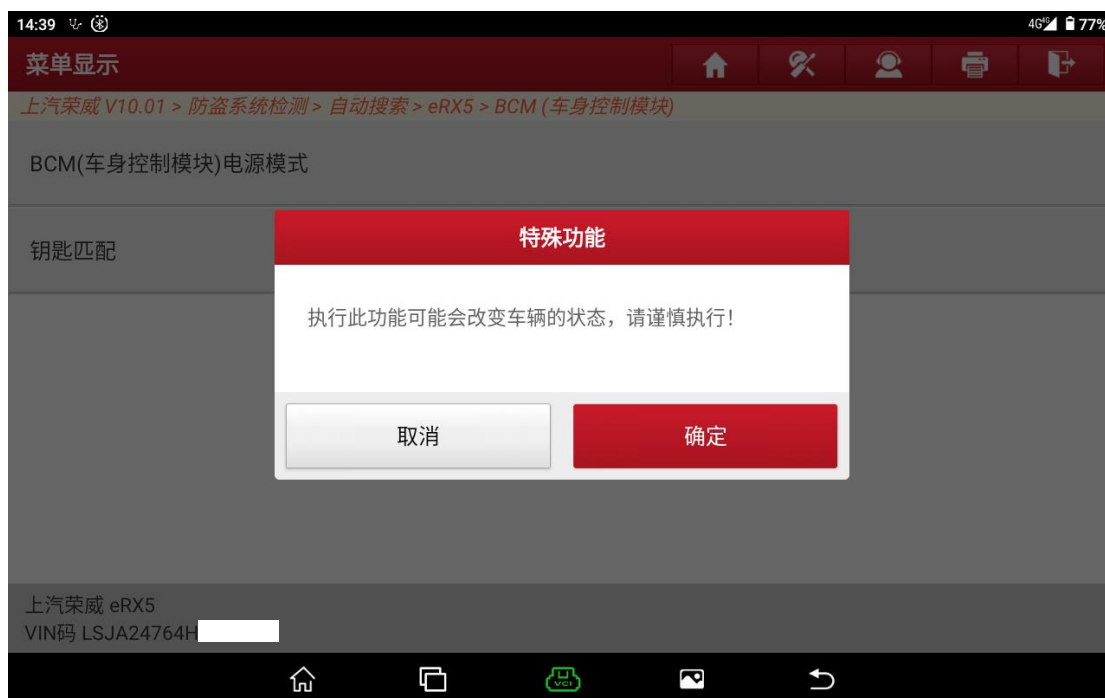
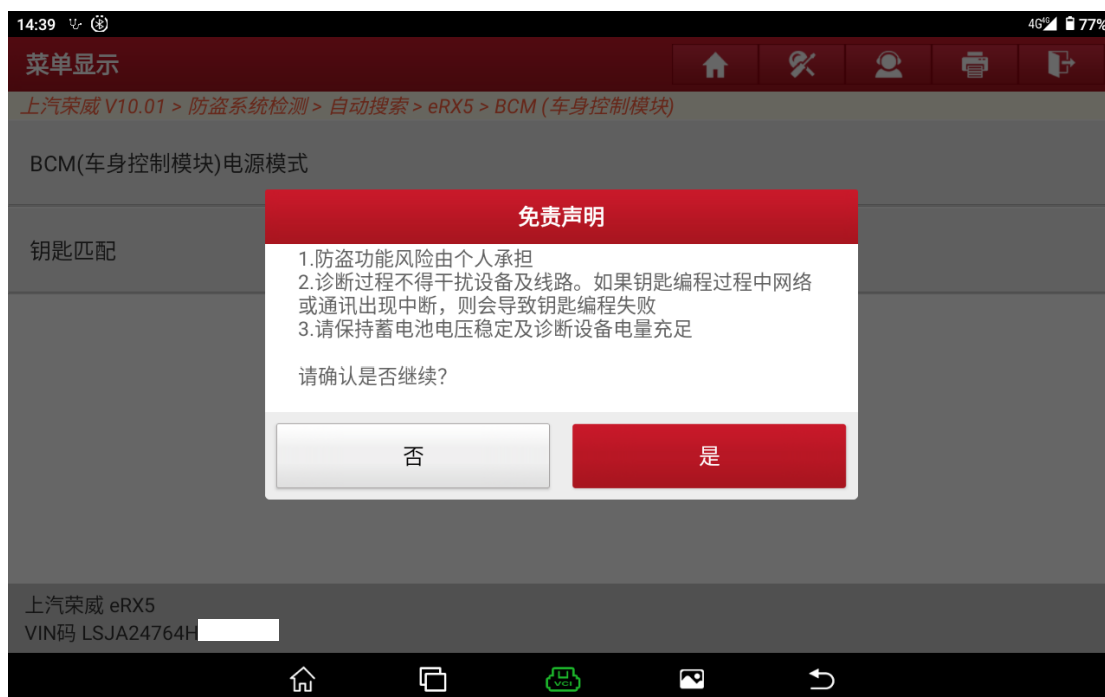
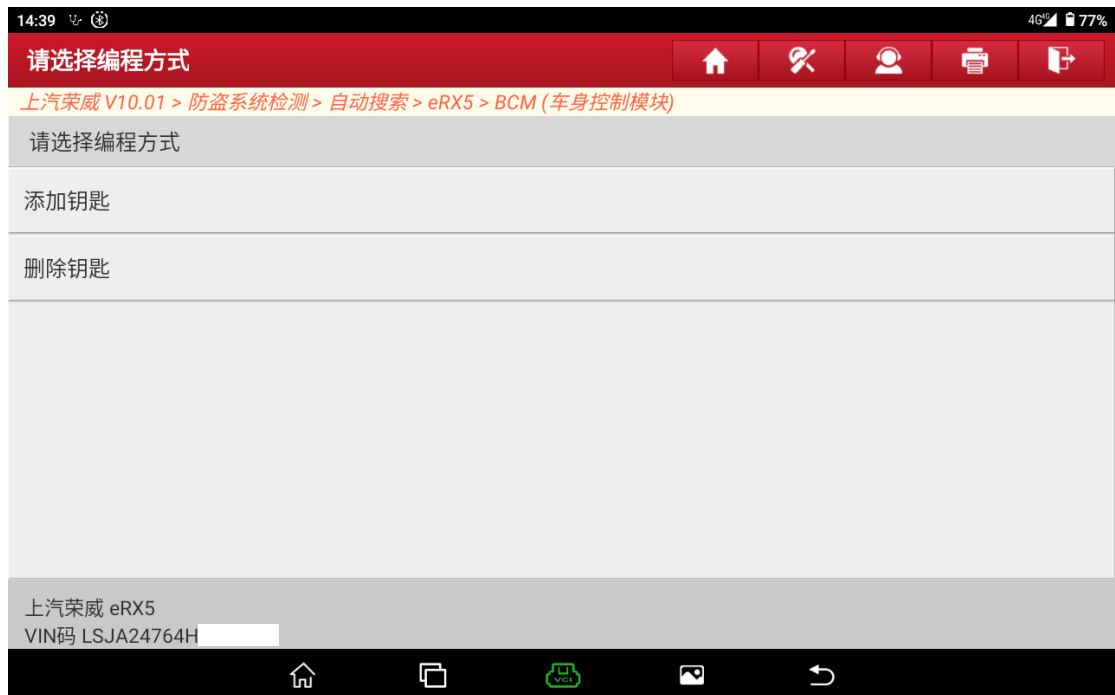

图 26
图 27
图 28
9. 进入菜单【特殊功能】->【钥匙匹配】(图 26、图 27、图 28)